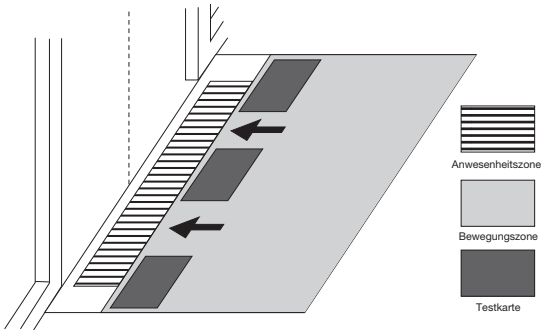

Abb. 8
- f. Die Überprüfung der Anwesenheitszone muss mit einem CA Testkörper gemäß DIN 18650 erfolgen. Für einen ersten einfachen Test kann die Überprüfung der Anwesenheitszone auch mit einem DINA4 Blatt als Testobjekt erfolgen.. Die Farbe des Blatts soll den größtmöglichen Kontrast zum Hintergrund ( Boden ) haben. Zum Beispiel schwarz zu weiß ( siehe Abbildung 8 ). Bewegen Sie das Testobjekt von der Bewegungszone in die Anwesenheitszone. Der Ausgang muss reagieren.